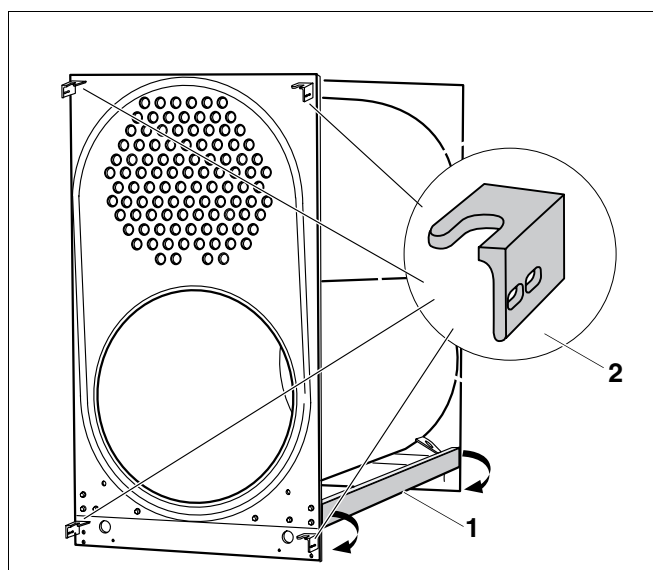
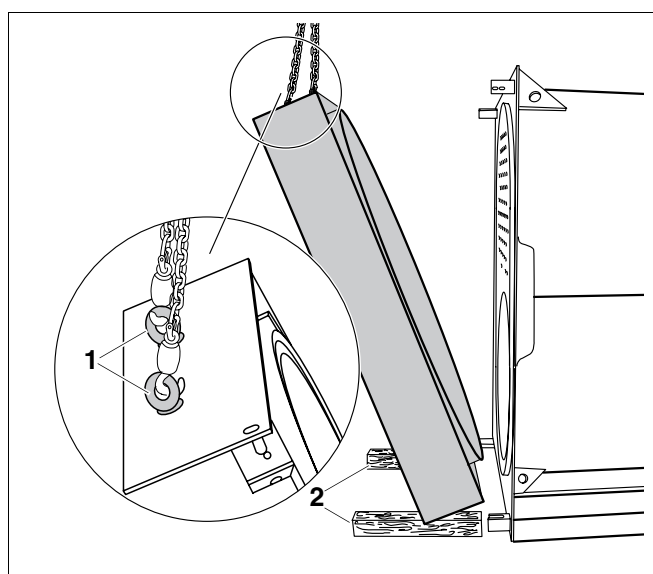

Fig. 2 Montajul profilurilor în formă de U
Fig. 3 Montare ușă cazan
- Înșurubați de asemenea peretele din față jos. Unghiurile șarniere sunt prezentate din față (Fig. 2, **Poz. 2**).
- Demontați profilele în formă de U dintre peretele din față și peretele din spate din poziția de sus și înșurubați-le în poziția de jos (Fig. 2, **Poz. 1**).
- Prindeți ușa din partea superioară la cele 2 găuri cu 2 șuruburi circulare M24 la macara (Fig. 3, **Poz. 1**) și poziționați ușa la peretele frontal al cazanului. Sprijiniți partea de jos a ușii cu o bucată de lemn (Fig. 3, **Poz. 2**). Aveți grijă ca toate cele 4 bolturi să se poată situa în balamalele prevăzute pentru ușă (Fig. 2, **Poz. 2**) cazanului.